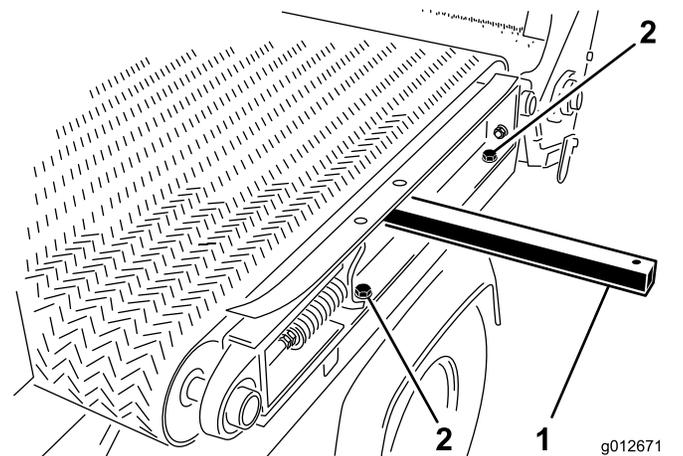

図 34
5. 装置左側で、スライダフレームレールを左側フェンダに固定しているキャップスクリュ2本とワッシャ2枚をゆるめる 図 34。
1. 左側スライダフレームレールの穴に吊り上げ棒角パイプなどを指し込んで、フレームレールを少しだけ持ち上げる 図 34 スライダベッドを分解する (ページ 23)を参照。